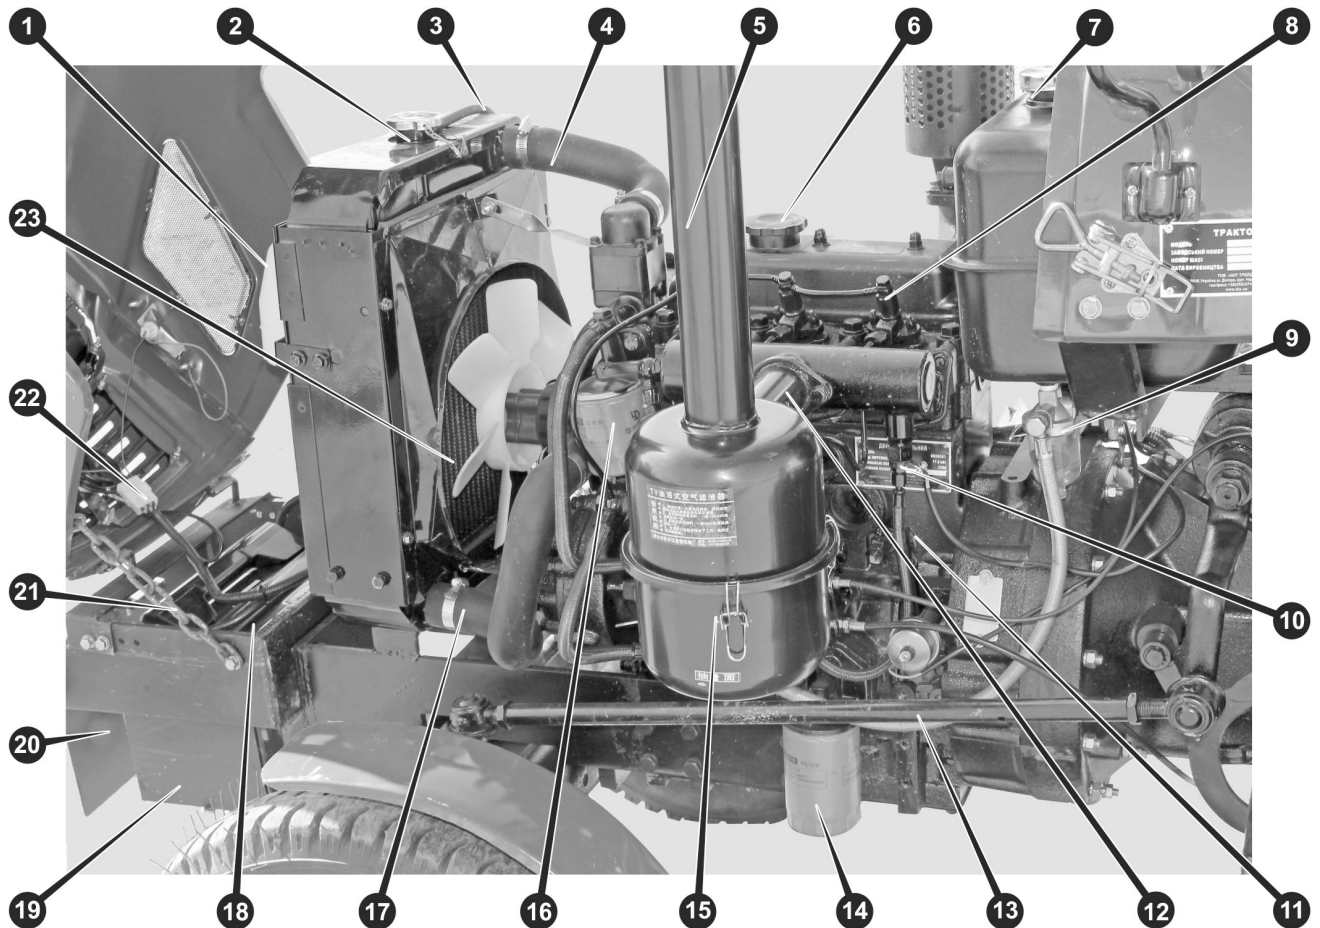

Рисунок 5. Двигун YD385T, вид зліва
Трактор обладнаний системою очищення повітря з масляним інерційно-контактним повітряним фільтром. Очисник повітря встановлений з лівого по ходу руху трактора боку двигуна. З метою захисту фільтрувальних елементів фільтра повітря від попадання великої кількості пилу і бруду з-під коліс трактора, а також для уникнення попадання води при подоланні водних перешкод, повітрязбірник винесено на трубі на висоту більше 1,6 метра. Для полегшення пуску двигуна на патрубку повітряного колектора двигуна встановлена факельна свіча (10) (див. рис. 5.), керована з центрального перемикача («замка запалювання»).
Паливний бак встановлений у спеціальній захисній арці між двигуном і робочим місцем водія (див. рис. 5.) Заливна горловина паливного бака виведена в підкапотний простір. Але для заливки палива в паливний бак немає необхідності піднімати капот, оскільки у верхній частині капота є спеціальний отвір. Для очищення палива передбачено декілька ступенів фільтрації. У заливній горловині паливного бака встановлений сітчастий фільтр, що захищає систему від попадання сміття при заправці з відкритої тари в польових умовах. При заправці заправним пістолетом або спеціальним насосом через шланг, налаштуйте тиск подачі палива таким чином, щоб уникнути розбризкування палива. Паливо з паливного бака йде по трубопроводах низького тиску надходить у фільтр-відстійник, потім у паливний насос підкачки, у фільтр тонкого очищення, в ПНВТ і далі – по трубопроводах високого тиску – до форсунок.
У системі змащення є змінний масляний фільтр (див. рис. 5.), що очищує мастило від продуктів зносу рухомих частин двигуна і пилу, що потрапив у картер.